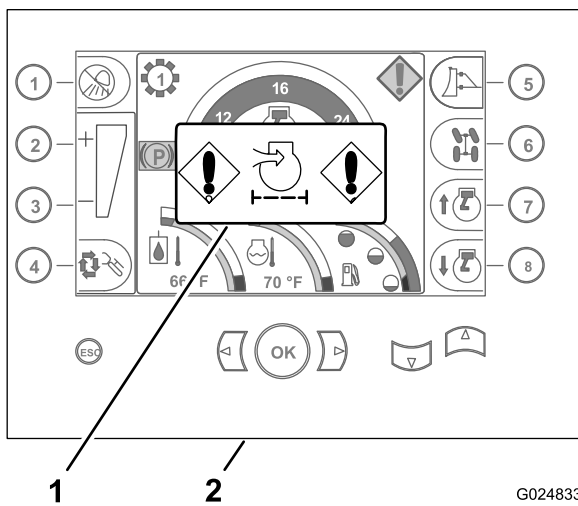

Figura 27
2. Compruebe si el indicador de obstrucción del limpiador de aire se muestra en la pantalla de Inicio del centro de control (Figura 27).